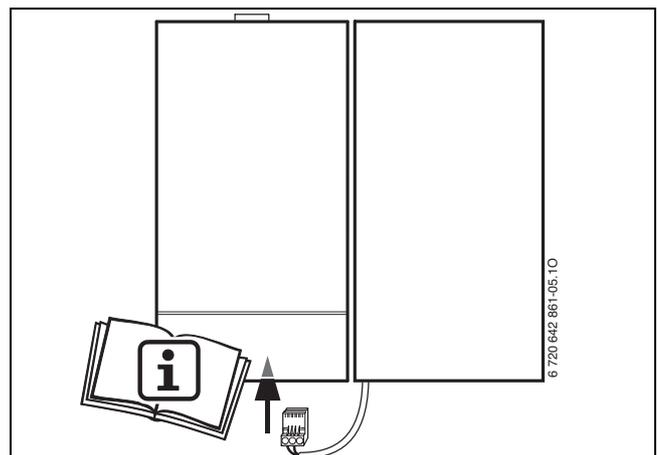

Fig. 16
- ▶ Collegare il connettore della sonda NTC di temperatura accumulatore, alla caldaia (→ fig. 16).